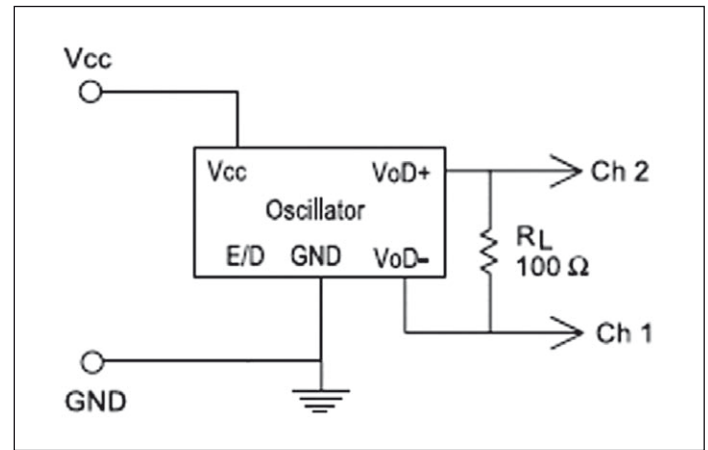

Bild 6: Hochohmiger Querwiderstand zwischen den Ausgängen eines LVDS-Bausteins
Man kann oft die Steuerspannung von der Versorgungsspannung ableiten und benötigt dann im Prinzip nur ein Einstell-Potentiometer (Bild 6). Dessen Widerstand sollte geringer sein als die Eingangs-Impedanz des EFC (VC) Inputs, und zwar mindestens um Faktor 5.